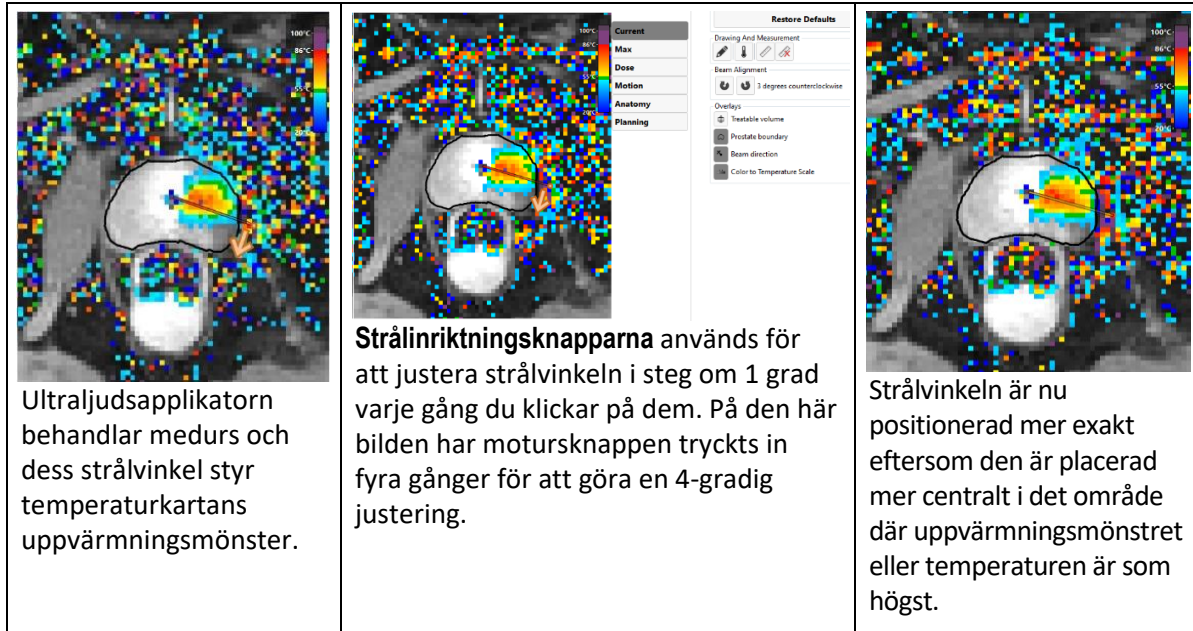

Bild 58. Justering av strålvinkel
*Bild 58* visar till exempel en strålvinkel för ultraljudsapplikatorn som är förskjutet från temperaturkartans uppvärmningsmönster. Därefter används knapparna för justering av strålvinkeln för att rotera ultraljudsapplikatorns strålvinkel bakåt mot mitten av uppvärmningsmönstret. När justeringen är klar är ultraljudsapplikatorns strålvinkel placerad mer centralt inom uppvärmningsmönstret.